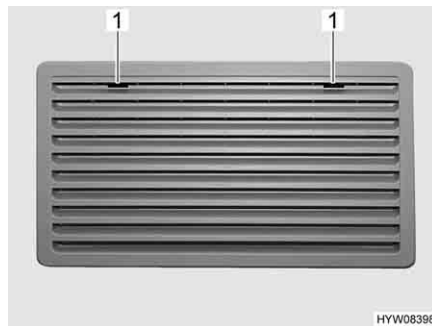
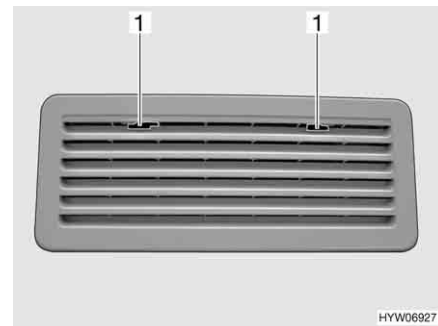

Fig. 218 Rejilla de ventilación del frigorífico (Thetford grande)
Fig. 219 Rejilla de ventilación del frigorífico (Thetford pequeño)
- Deslizar el bloqueo (Fig. 218,1 ò Fig. 219,1) hacia el centro.